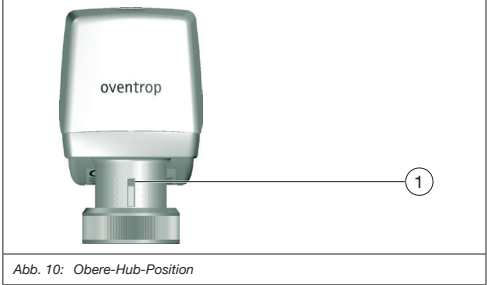

Abb. 10: Obere-Hub-Position
(1)	0 V AC/DC	blau (BU)
(2)	0 V oder 24 V AC/DC	braun (BN)
(3)	0 V oder 24V AC/DC	grau (GY)
Wenn der DIP-Schalter 7 auf OFF eingestellt ist gilt folgendes Hubverhalten. (Ist der DIP-Schalter 7 auf ON eingestellt, ist das Hubverhalten invertiert!) - Der Stellantrieb fährt in die obere Hub-Position (siehe Position (1) in Abb. 10), wenn 24 V an Position/Kontakt (3) anliegen. - Der Stellantrieb fährt in die untere Hub-position, wenn 24 V an Position/Kontakt (2) anliegen.